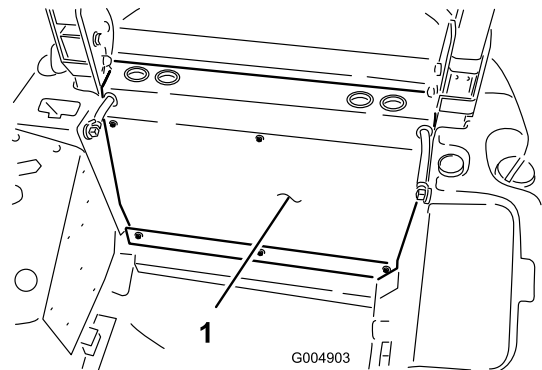

Figura 3
3. Retire los 6 tornillos que sujetan el panel trasero al bastidor, y retire el panel trasero (Figura 3).